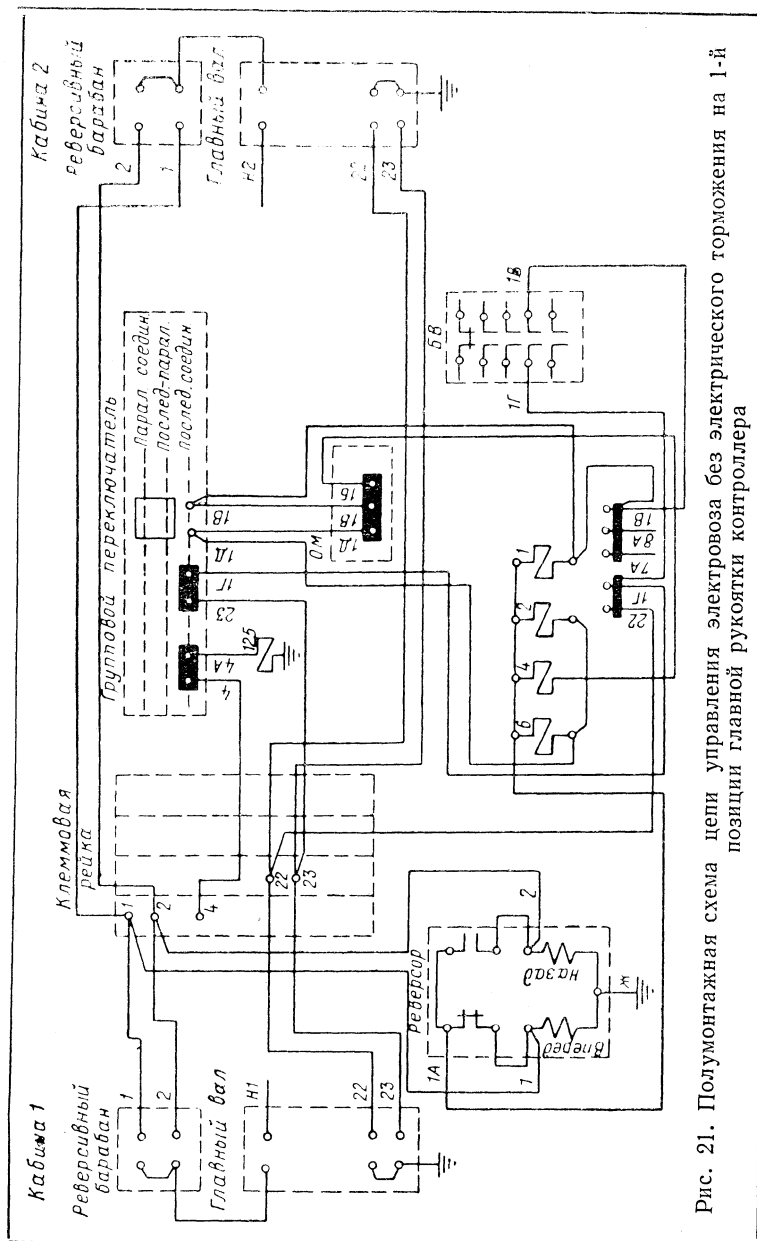

Рис. 21. Полумонтажная схема цепи управления электроваза без электрического торможения на 1-й позиции главной рукоятки контроллера
В случае повреждения провода 1 необходимо отсоединить провод 2 от вентиля реверсора «Назад» и подсоединить его к вентилю реверсора «Вперед» и, наоборот, при повреждении провода 2 провод 1 подсоединить к вентилю реверсора «Назад», отсоединив его от вентиля реверсора «Вперед» (рис. 21). Подобным образом поступить при повреждении проводов 8(0) (рис. 22) на электровозе с рекуперацией. Если имеет место обрыв цепи вентиля, то для дальнейшего следования необходимо перевести реверсор вручную.
Короткое замыкание в проводе 1 (2) на электровозе без рекуперации (см. рис. 21). Для определения места короткого замыкания нужно перевести реверсивную рукоятку контроллера в положение «Назад» и главную рукоятку контроллера поставить на 1-ю позицию. Перегорание предохранителя является признаком короткого замыкания в проводе 1А, а замыкание линейных контакторов свидетельствует о коротком замыкании в проводе 1 или 2 в зависимости от направления движения.